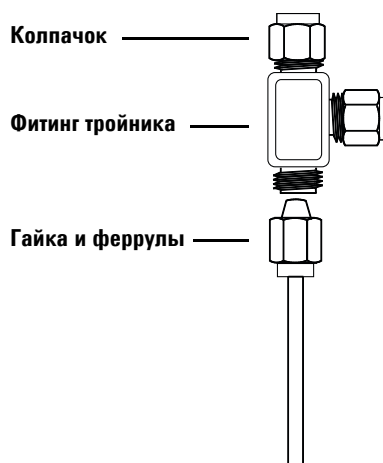

Рис. 14 Тройник Swagelok
- 1 Отрежьте трубку в том месте, в котором требуется установить тройник. Соедините трубку и тройник с помощью фитинга Swagelok. См. Рис. 14.